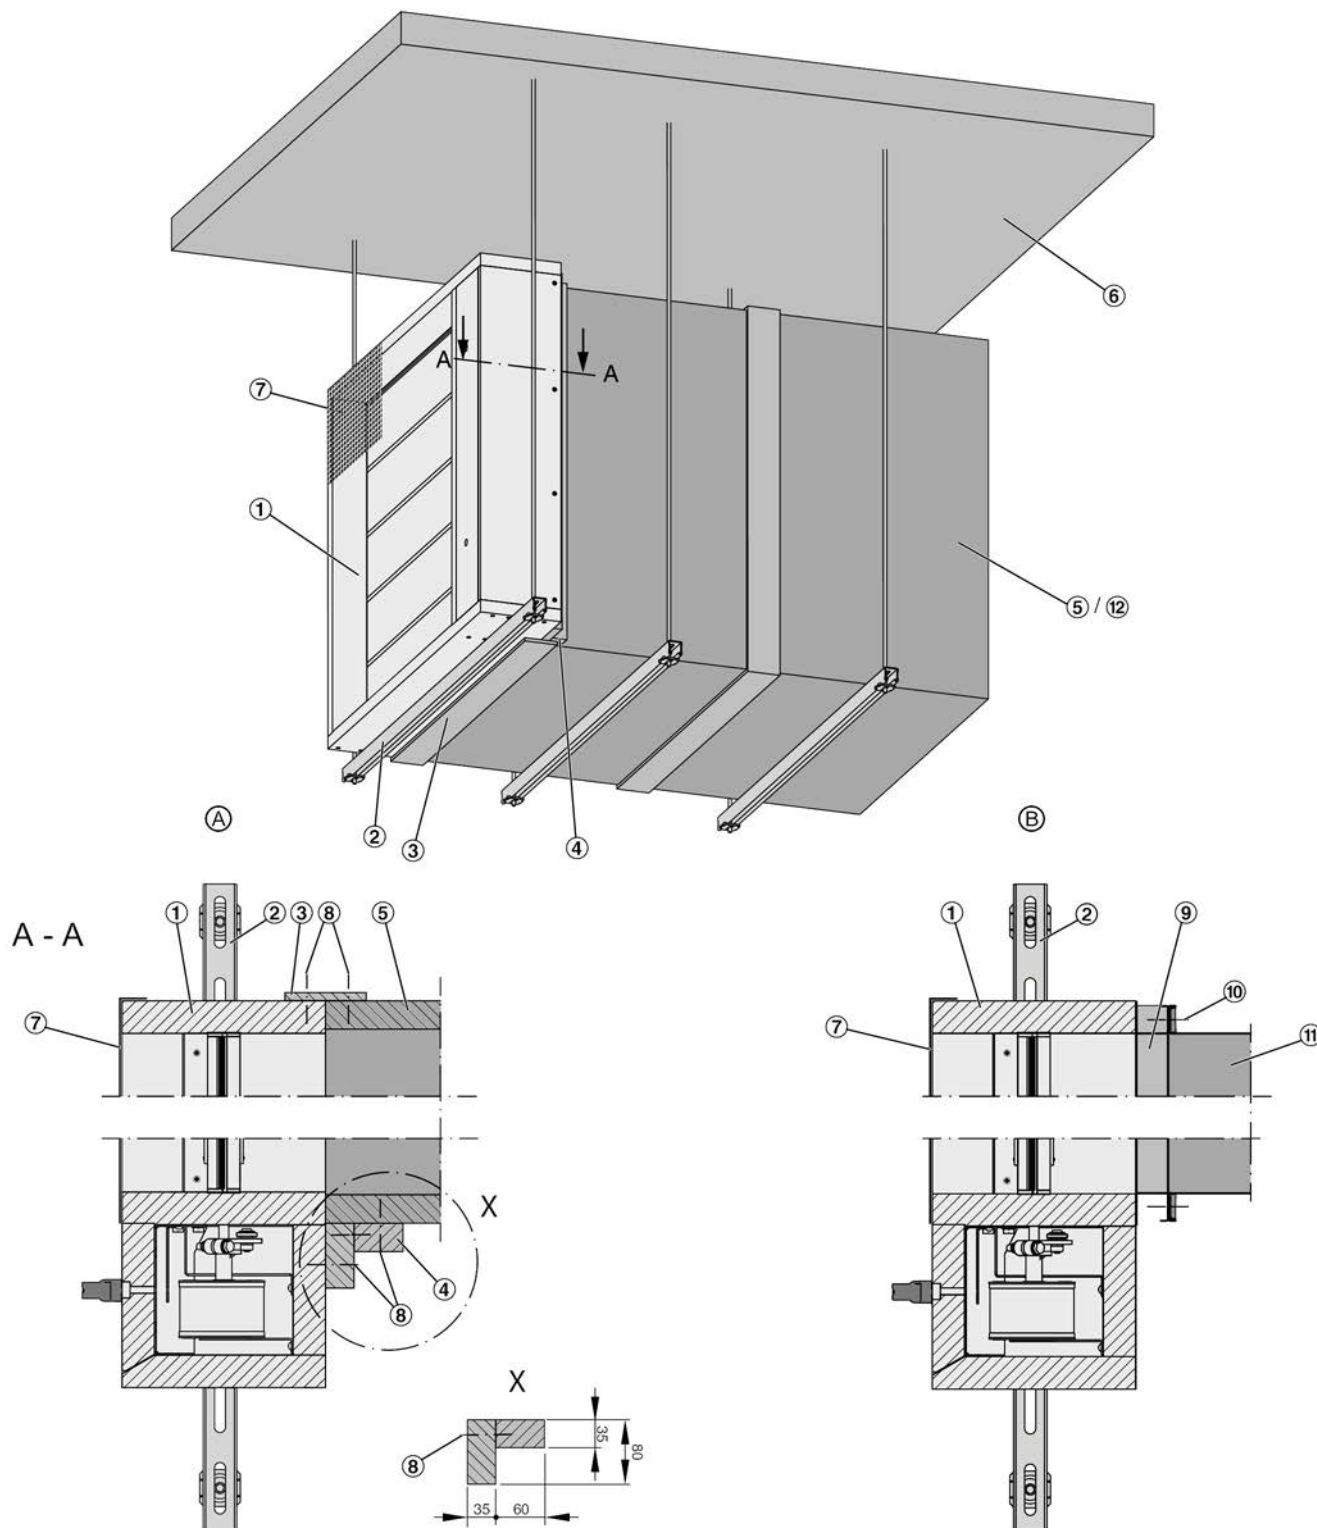

Fig. 33: Montasje i enden på en horisontal røykavtrekkskanal
3. ▶ Fest en vinkelseksjon (Fig. 33 /4) mellom aktuatorens kapsling og røykavtrekkskanalen.
4. ▶ Koble til den brannsikre røykavtrekkskanalen til røykkontrollspjeldet med skjøtestykker (Fig. 33 /3) ↗ 6 «Røykavtrekkanal og beskyttelsesgitter» på side 63 .
1. ▶ Heng opp røykkontrollspjeldet (Fig. 33 /1) med underammer på begge sider (valgfritt; Fig. 33 /9) ↗ 5.9 «Opheng av røykkontrollspjeldet» på side 62 .
2. ▶ Før røykavtrekkskanalen (Fig. 33 /11) opp til røykkontrollspjeldet og heng den opp.
3. ▶ Skru fast (Fig. 33 /10) røykavtrekkskanalen til underammen.